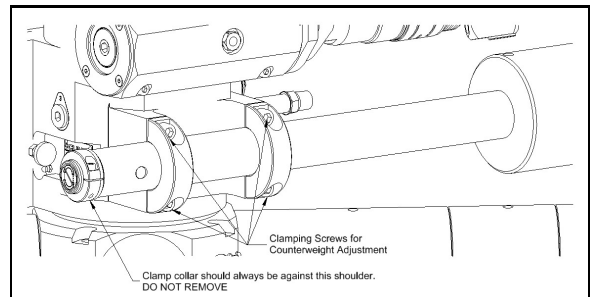

FIGURE 3-28. EMPLACEMENT DES VIS DE FIXATION
2. Desserrez les colliers de serrage qui bloquent le bras à contrepoids (Figure 3-28).
3. Desserrez les vis du collier de réglage du contrepoids (Figure 3-28).
Un collier sur le contrepoids empêche l'ensemble à contrepoids de glisser librement de l'ensemble du carter principal, si le bras n'est pas bloqué par serrage en toute sécurité (Figure 3-28, page 48). Ce collier a une face en uréthane, qui doit être tournée vers les colliers de serrage du bloc principal. Un joint torique placé entre le collier et l'épaule à l'extrémité du bras permet au collier d'absorber l'énergie dégagée par un glissement. Si vous remarquez que le collier s'est déplacé ou que le joint torique manque, corrigez ce défaut avant de poursuivre l'utilisation de la machine.